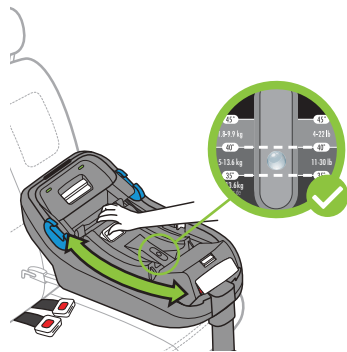

Figura 48
- Tire y mantenga presionada la manija de ajuste del trineo de inclinación y gire el trineo de inclinación, como se muestra en la **Figura 48**, a la posición de ajuste de inclinación máxima que mantenga parte de la burbuja dentro del rango especificado en el indicador de inclinación para el peso del niño.